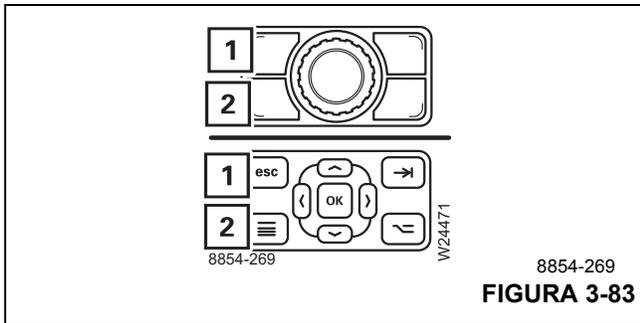

FIGURA 3-83
Puede cancelar la entrada en cualquier momento utilizando los botones (1, Figura 3-83) o (2).